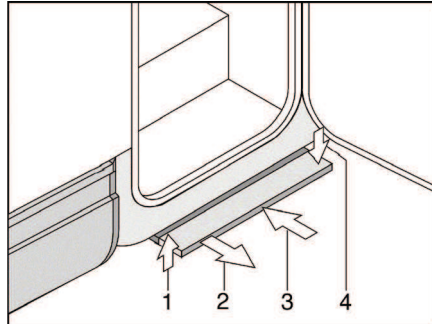

Bild 6 Mechanisch bedienbare Eintrittsstufe
Ausziehen: ■ Die Eintrittsstufe nach vorn ziehen (Bild 6,2), bis sie einrastet.
Einschieben: ■ Die Eintrittsstufe leicht anheben (Bild 6,1).
■ Die Eintrittsstufe bis zum Anschlag unter den Fahrzeugboden (Bild 6,3) schieben. Darauf achten, dass die Eintrittsstufe einrastet (Bild 6,4).